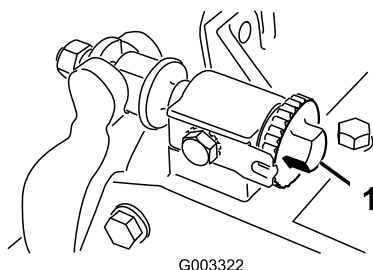
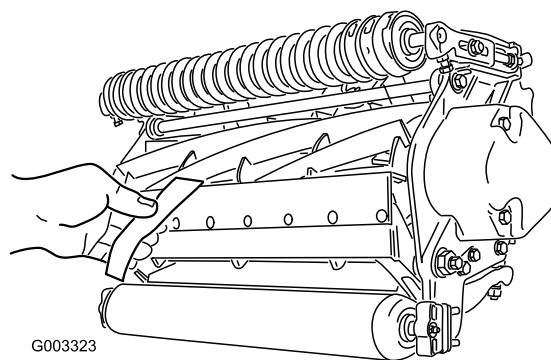

Figura 16
Figura 17
1. Coloque a máquina numa superfície de trabalho plana e nivelada. Não deixe que haja contacto com o cilindro, rodando os parafusos de ajuste da barra de apoio no sentido contrário ao dos ponteiros do relógio (Figura 16).
Importante: Certifique-se de que as porcas nos parafusos da extremidade traseira da barra de apoio não estão apoiadas na superfície de trabalho (Figura 16).
3. Numa das extremidades do cilindro, introduza uma tira de jornal entre o cilindro e a lâmina de corte (Figura 17). Enquanto roda ligeiramente o cilindro para a frente, rode o parafuso de ajuste da barra de apoio (Figura 16) no sentido dos ponteiros do relógio na mesma extremidade do cilindro, uma posição de cada vez, até que o papel esteja ligeiramente apertado, quando inserido pela parte dianteira, paralela à lâmina de corte. Quando puxar o papel, sentirá uma ligeira pressão.
5. Depois de ajustar, verifique se o cilindro aperta o papel quando este for inserido pela frente e se corta o papel quando este for inserido num ângulo recto, relativamente à lâmina de corte (Figura 17). Deve ser possível cortar o papel ao mínimo contacto com a lâmina de corte e as lâminas do cilindro. Se for evidente contacto/pressão excessivos será necessário voltar a polir a unidade de corte para obter pontas afiadas, imprescindíveis para um corte de precisão (consulte o manual de afinação de cilindros e cortadores rotativos Toro, Formulário N° 80-300PT).